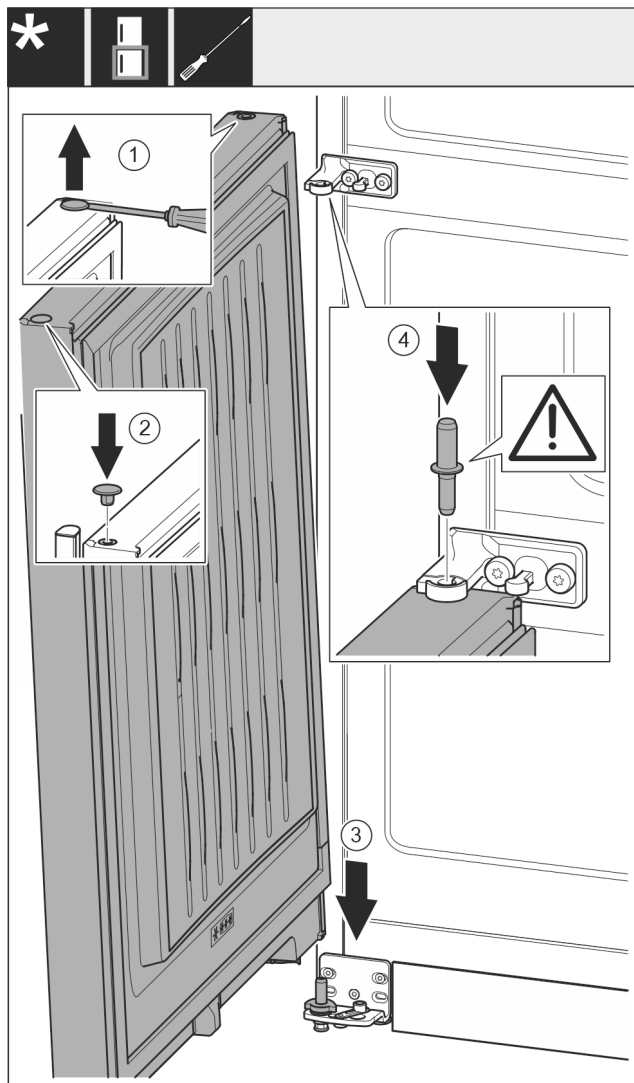

Fig. 51
- Odvijačem s ravnom glavom oprezno podignite čep Fig. 51 (1) i izvadite ga.
- Ponovno umetnite čep Fig. 51 (2) na drugu stranu vrata.
- Stavite vrata Fig. 51 (3) odozgo na donji svornjak ležaja.
- Umetnite srednji svornjak ležaja Fig. 51 (4) kroz srednji podložak ležaja u donja vrata. Pritom se pobrinite za to da je uskočna izbočina okrenuta prema natrag.